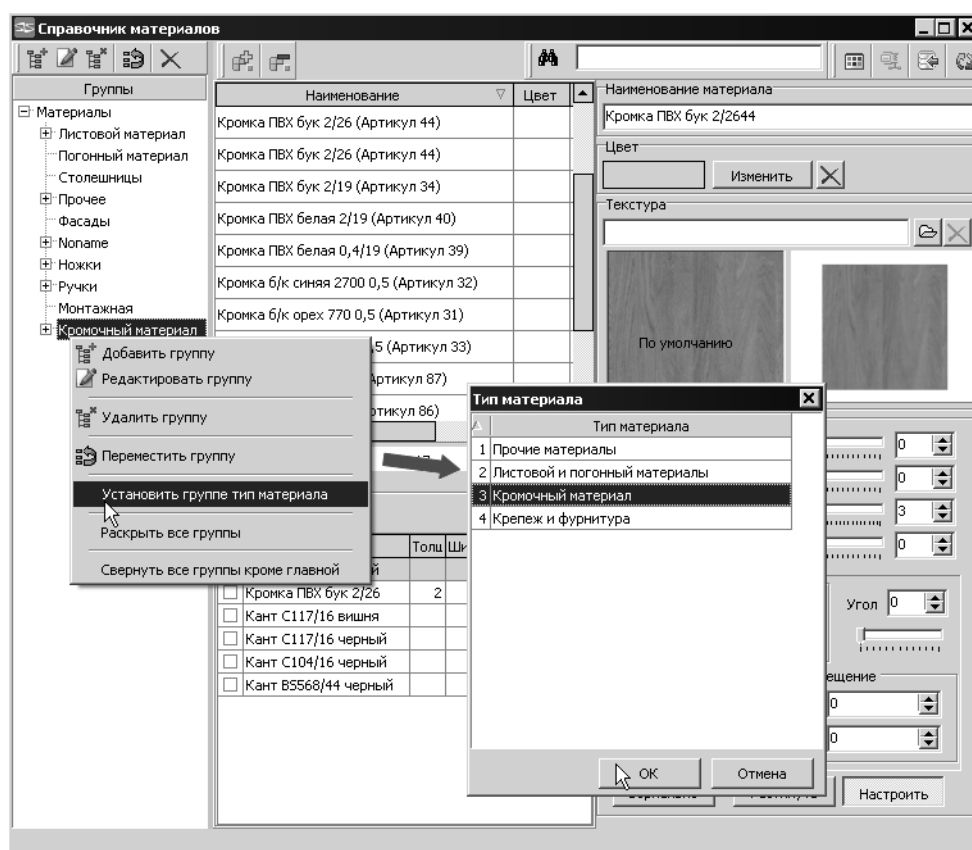

Рис. 28.5.
2. Назначить группе импортированных материалов тип *Кромочный материал* (рис. 28.5).